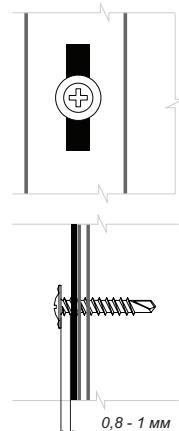

Рис. 16
- Прижмите панель к обрешетке и закрепите саморезами в гвоздевую полку. Прикручивайте панель от центра к краям. Не крепите сайдинг слишком плотно. Оставьте расстояние примерно 0,8-1 мм между нижним краем шляпки самореза и панелью, так чтобы она имела свободный ход по горизонтали (рис.16).